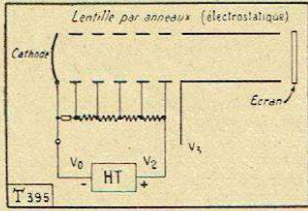

Fig. 5. — Lentilles par anneaux employés sans focalisation (Zwoykin).
- 3° On peut utiliser sur tout le parcours des lentilles électrostatiques (fig. 5). Il en résulte une grande simplification d'emploi du tube. Il n'y a pas de bobine de mise au foyer et le rayon ρ est encore donné par